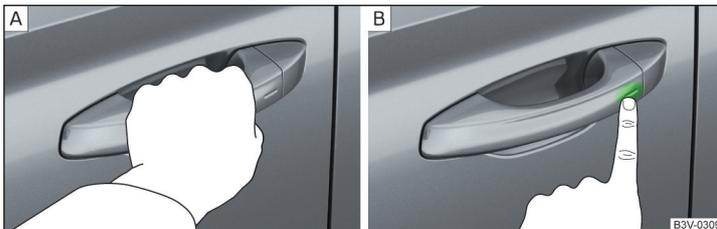

Abb. 46 Fahrzeug entriegeln / Fahrzeug verriegeln
- Den Türgriff greifen, um das Fahrzeug zu **entriegeln** » Abb. 46 - **A**.
- Den Sensor am Türgriff mit dem Finger berühren, um das Fahrzeug zu **verriegeln** » Abb. 46 - **B**.
- › Innerhalb von 5 s den Sensor am Türgriff mit dem Finger berühren » **Abb. 46 auf Seite 59** - . Die Deaktivierung wird durch einmaliges Aufblinker der Blinkleuchten bestätigt.